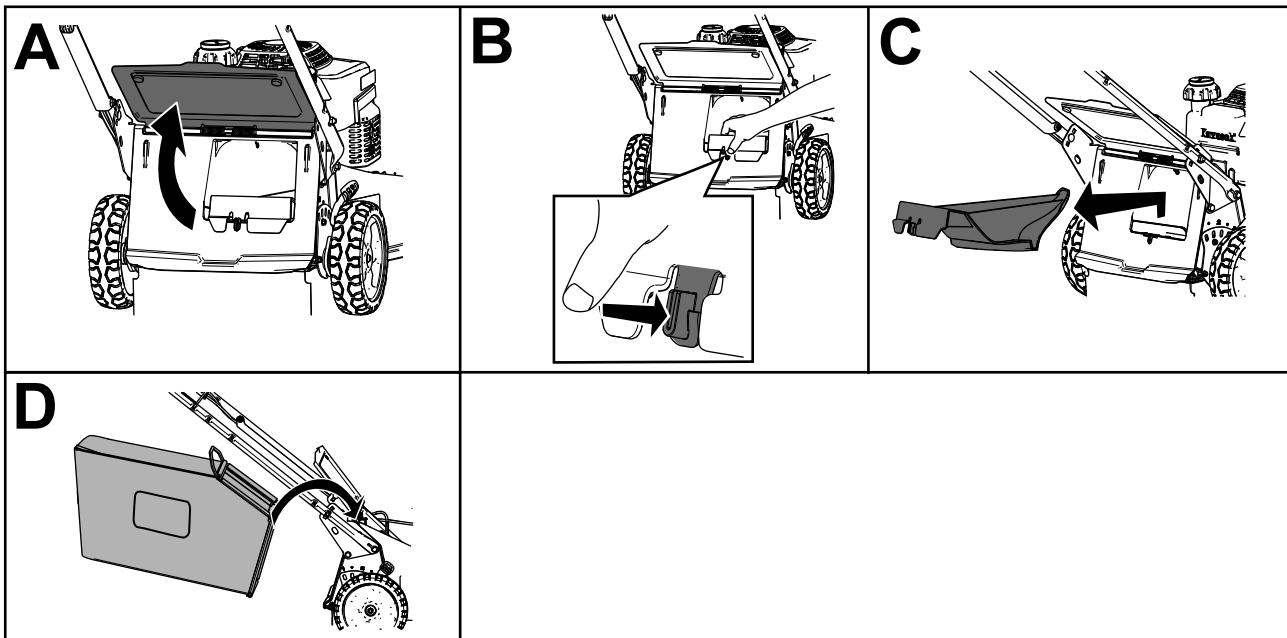

Рисунок 20
2. Поднимите и удерживайте в поднятом положении задний дефлектор (вид А на Рисунок 20).
- Снимите заднюю выпускную заглушку, нажав на фиксатор большим пальцем и вытянув заглушку из машины (виды В и С на Рисунок 20).
- Вставьте концы штанги травосборника в выемки в основании рукоятки и покачиванием травосборника из стороны в сторону убедитесь в том, что концы штанги находятся в нижней части обеих выемок (вид D на Рисунок 20).